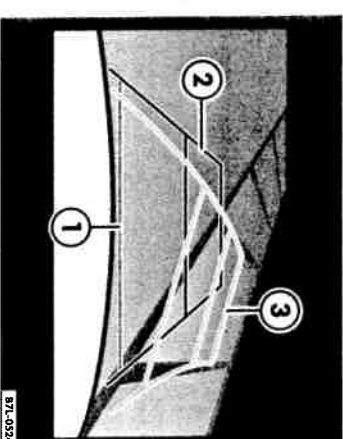

Fig. 16 Reprezentarea spațiului de parcare din spațiul autovehiculului, prin linii orientative statice (1), (2) și dinamice (3)
- În staționare, rotiți volanul ghidându-vă după liniile gabene ⇒ fig. 16 (3), astfel încât autovehiculul să fie orientat spre locul de parcare.
Când la autovehicul este atașată o remorcă sau când hayonul este deschis, liniile orientative ⇒ fig. 16 sunt dezactivate.
Culoarea	Semnificația liniilor de orientare ⇒ pagina 25, fig. 16'